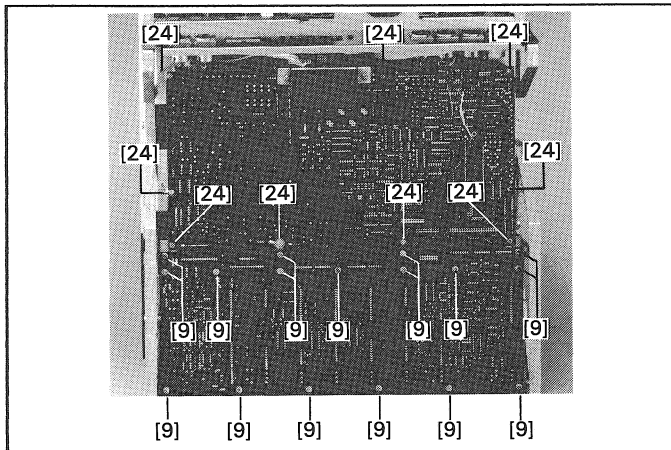

Fig. 11
- 17 Schrauben [9] am AUDIO BASIS BOARD (siehe Fig. 11) lösen.